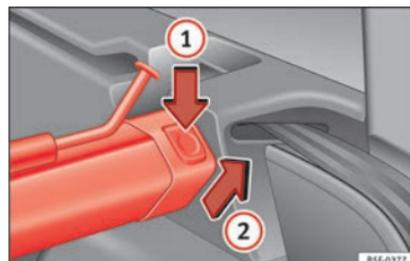

Abb. 172 Im Kofferraum: Trennwandnetz ausbauen.
- Linke oder rechte Entriegelungstaste **»» Abb. 172** in Pfeilrichtung **1** drücken.
- Stützschale in Pfeilrichtung **»» Abb. 172 2** abnehmen.
- Schale der Träger links und rechts entgegen der Pfeilrichtung drücken **»» Abb. 172 2**, bis diese einrastet.